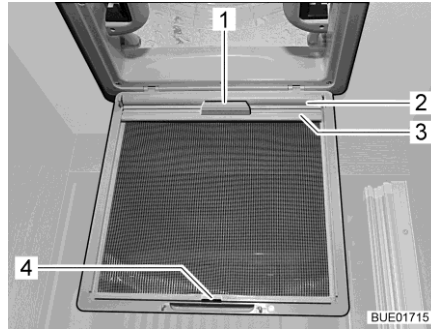

Fig. 106 Persiana oscurecedora enrollable (claraboya)
- Extraer la persiana oscurecedora enrollable (Fig. 106,2) por el tirador (Fig. 106,1) y enganchar el listón de sujeción (Fig. 106,3) en el gancho (Fig. 106,4) en la protección contra insectos.
- Desenganchar el listón de sujeción (Fig. 106,3) del gancho (Fig. 106,4) y regresar la persiana oscurecedora enrollable (Fig. 106,2) lentamente por el tirador (Fig. 106,1).